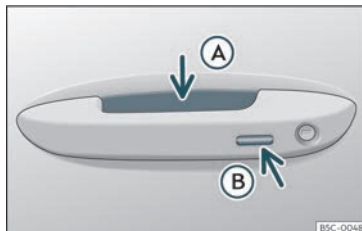

Fig. 77 Maniglia della porta: superfici sensibili
» fig. 77
- Impugnare la maniglia di una delle porte anteriori. Facendolo si tocca la superficie sensibile»» fig. 77 A (freccia) della maniglia e si sblocca il veicolo.
- Toccare *una volta* la superficie sensibile di blocco»» fig. 77 B (freccia) della maniglia di una delle porte anteriori. La porta della maniglia azionata dovrà essere chiusa.
- Toccare *una volta* la superficie sensibile»» fig. 77 B (freccia) della maniglia di una delle porte anteriori. Il veicolo si blocca grazie al sistema di sicurezza "Safe"»» pag. 104. La porta della maniglia azionata dovrà essere chiusa.
- Toccare *due volte* la superficie sensibile»» fig. 77 B (freccia) della maniglia di una delle porte anteriori per bloccare il veicolo senza attivare il sistema di sicurezza "Safe"»» pag. 104.
- Premere il pulsante di chiusura  del telecomando e, entro i 5 secondi successivi, toccare una volta la superficie sensibile di blocco della maniglia della porta del conducente »» **fig. 77** . Non afferrare la maniglia della porta, altrimenti il veicolo non si bloccherà. È inoltre possibile effettuare la disattivazione se il veicolo viene bloccato tramite la serratura della porta anteriore lato guida.
Per **chiudere con la funzione comfort** tutti i finestrini elettrici e il tettuccio di vetro, mantenere un dito per alcuni secondi sulla superficie sensibile di blocco»» **fig. 77**  (freccia) della maniglia della porta finché non si saranno chiusi i finestrini e il tettuccio.
Le superfici sensibili delle maniglie delle porte potrebbero essere attivate da un getto d'acqua o vapore a forte pressione nel caso in cui vicino al veicolo vi sia una chiave valida. Se almeno uno dei finestrini dotati di alzacristalli elettrico è aperto e si attiva in modo permanente la superficie sensibile >>> fig. 77 **B** (freccia) di una delle maniglie, si chiuderanno tutti i finestrini.
• **OPPURE:** toccare *due volte* la superficie sensibile situata sulla parte esterna della maniglia della porta»» **fig. 77** (B).